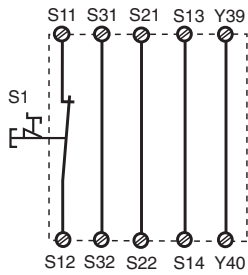
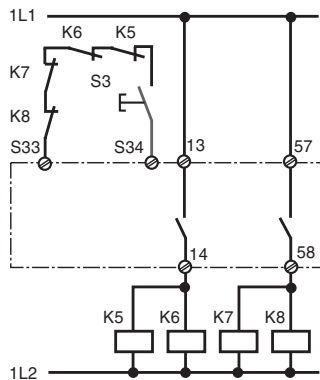

Fig. 2: Eingangskreis einkanalig, automat. Start/Single-channel input circuit, automatic reset/Commande par 1 canal, validation automatique
Fig. 11: wie Fig. 10 mit überwachtem Start/connection for contactors/relays and monitored reset/comme Fig. 10 avec surveillance du poussoir de validation
In Fig. 2 ... Fig. 11 sind Anschlußbeispiele für NOT-AUS-Beschaltung mit automatischem und überwachtem Start, Schutztüransteuerungen sowie Kontaktvervielfachung durch externe Schütze.
- Fig. 2 und 7: **keine** Verbindung S33-S34
- Fig. 2: Beachten Sie: Das Gerät startet bei Spannungsausfall und -wiederkehr automatisch. Verhindern Sie einen unerwarteten Wiederanlauf durch externe Schaltungsmaßnahmen.
In Fig. 2 ... Fig. 11 are connection examples for Emergency Stop wiring with automatic and monitored reset. Safety gate controls as well as contact expansion via external contactors.
- Fig. 2 and 7: S33-S34 **not** connected
- Fig. 2, please note: The device starts automatically after loss of power. You should prevent an unintended start-up by using external circuitry measures.
Les figures 2 à 11 représentent les différents câblages possibles du PNOZ XV3.1P à savoir: poussoir AU avec réarmement automatique ou auto-côntrolé, interrupteurs de position et augmentation du nombre des contacts de sécurité par contacteurs externes.
- Fig. 2 et 7: **pas** de câblage sur S33-S34
- Fig. 2: Dans le cas, l'appareil se réarme automatiquement après une coupure et une remise sous tension. Evitez tout risque de redémarrage par un câblage externe approprié.